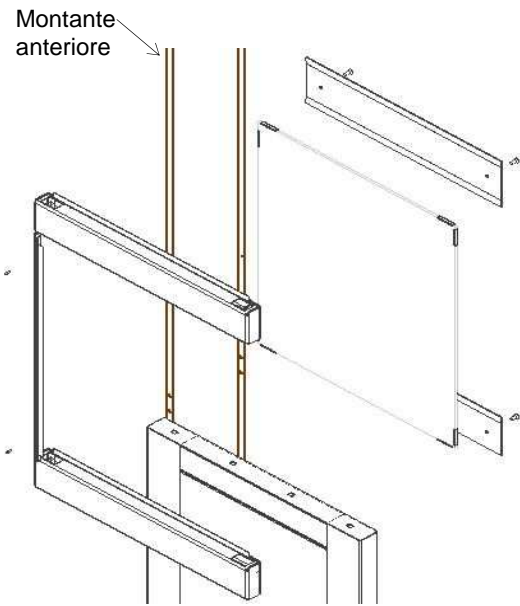

Fig. 14.3
- ✓ Posizionare i regolini verticali ai montanti anteriori; forare in opera e fissare con rivetti ad espansione con le stesse modalità viste al CAP.9 e allineare con i regolini orizzontali esterni (Fig. 14.3 - 14.4).